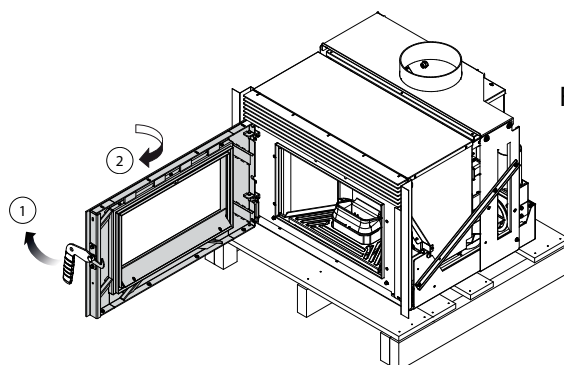

Fig. 6.1.1
3. Abrir la puerta (Fig. 6.1.1);